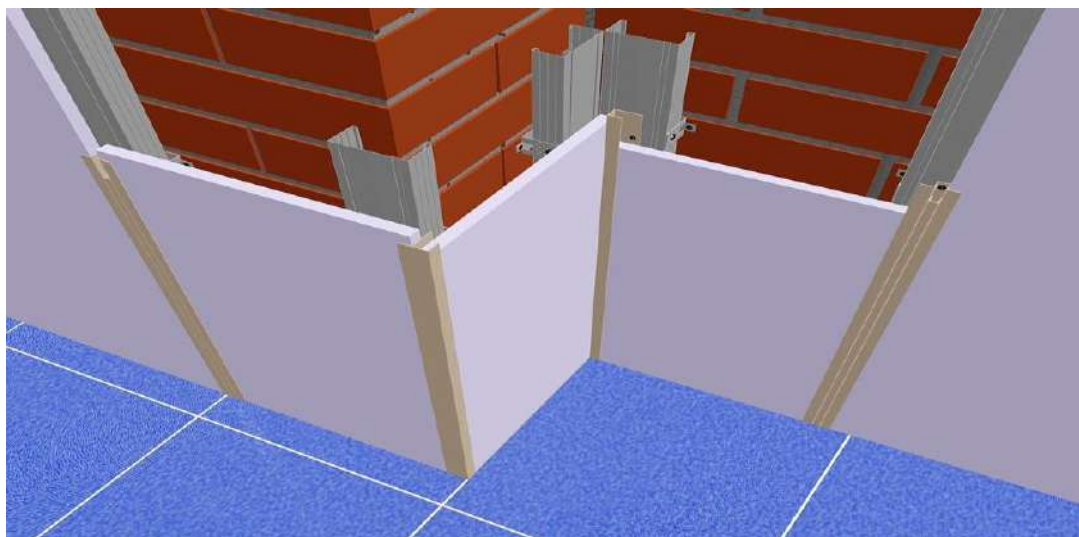

Рис. 1
- 4.2 Монтаж необходимо начинать от внутреннего угла отделяемой поверхности. Устанавливается профиль «L», и в него заводится панель. Каждая последующая панель монтируется с помощью соединительного профиля «W+П». При выполнении монтажа внутренних и внешних углов помещения крепление «L» и «F» -монтажных профилей производится только к обрешётке (Рис. 1).